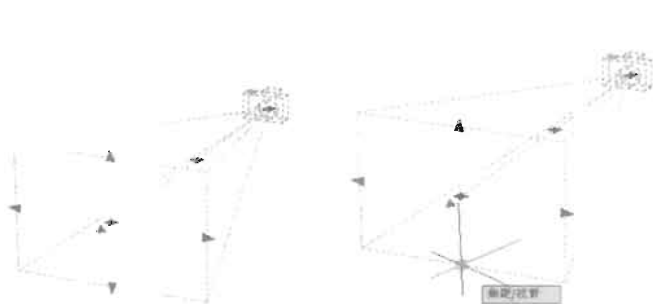

图 12-38
- (1) 单击并拖动夹点以调整焦距或视野的大小,或对其重新定位,如图 12-38 所示。